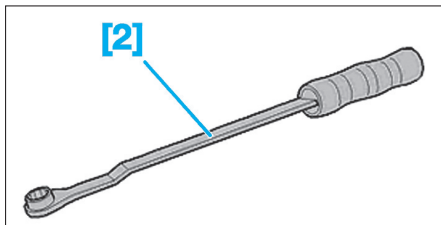

Fig. 2
- [2]. Levier de compression de galet tendeur de courroie d'accessoires (réf : 0194-D) (Fig.2).